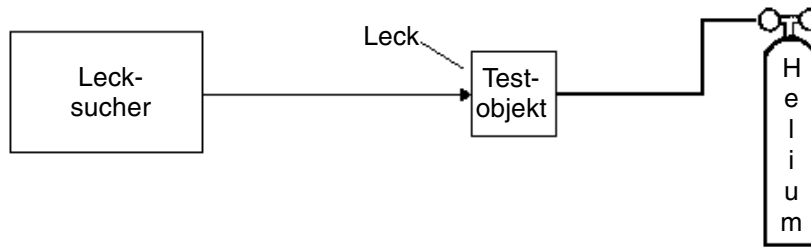

Abbildung C-2 Testobjekt unter Druck: Lokalisierung des Lecks mit Prüfsonde
C.6.2 Testobjekt unter Druck (Abbildung C-2)